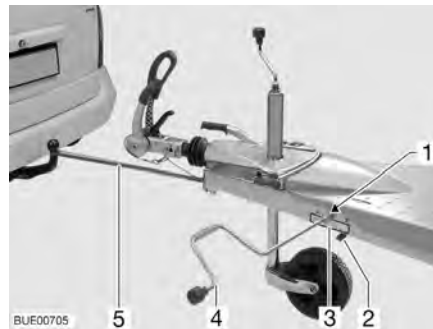

Fig. 5 Sistema di avvicinamento Easy-Pull
- Portare la leva di bloccaggio (Fig. 5,2) in posizione di apertura.
- Srotolare la cinghia con il gancio (Fig. 5,5) per farla passare e bloccare attorno al collo sferico del gancio di traino della motrice.
- Portare la leva di bloccaggio (Fig. 5,2) in posizione di chiusura.
- Inserire e ruotare la manovella dei piedini di stazionamento del caravan (Fig. 5,4) nell'esagonale (Fig. 5,1) del dispositivo a manovella. Rispettare la direzione indicata sull'adesivo (Fig. 5,3).